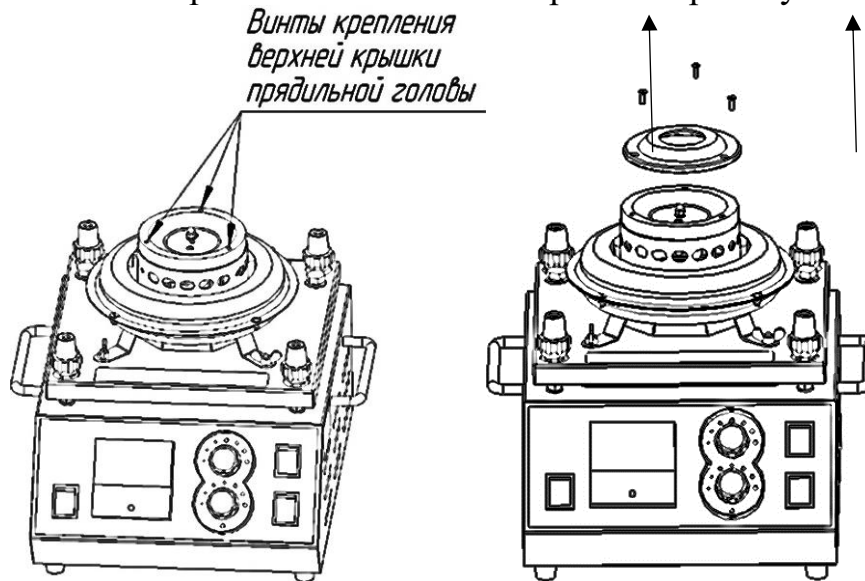

Рисунок 7
- открутите 3 винта крепления и снимите верхнюю крышку головы (рисунок 7):